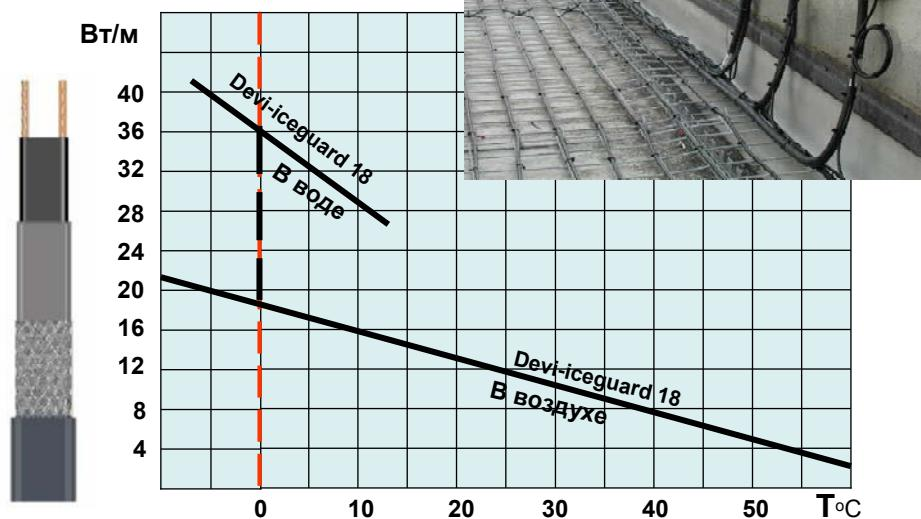

Рис.5. Теплоотдача нагревательного кабеля Devi-Iceguard™ в воздухе и в воде.
2. Выбрать способ расположения нагревательного кабеля: внутри трубы или снаружи. При этом выбираются кабели типов **Devi-Pipeguard™**, **Devi-Pipeheat™**, **Devi-Hotwatt™**. При выборе нагревательных кабелей необходимо учитывать, что в воде (внутри трубы) мощность теплоотдачи саморегулирующихся кабелей возрастает примерно в 2 раза по сравнению с «сухим» кабелем (см. рис.5).
При решении противообледенительных задач на крыше преимущество саморегулирующихся кабелей по сравнению с резистивными заключается в зависимости их теплоотдачи от температуры и состояния внешней среды. При повышении температуры тепловыделение саморегулирующихся кабелей снижается. Кроме того, в мокром состоянии теплоотдача саморегулирующихся кабелей возрастает приблизительно в 2 раза по сравнению с сухими кабелями при той же внешней температуре (см. рис.5 и 7). Всё это приводит к более экономичной эксплуатации антиобледенительных систем, учитывая, что отдельные участки нагревательного кабеля могут находиться в талой воде, в то время как другие будут сухие.